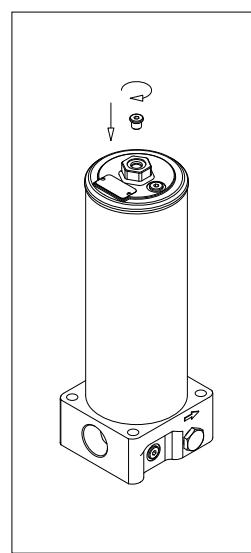

fig. 12
- (Fig. 12) Continuare l'operazione fino a trafilamento dal LATO PULITO, quindi serrare il tappo di sfiato